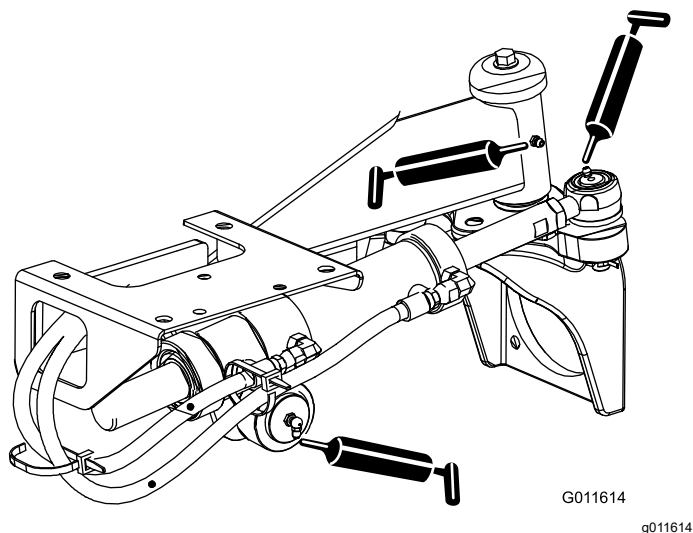

Figure 76
- Rotules de vérin de direction (2) et essieu arrière (1) – Figure 76